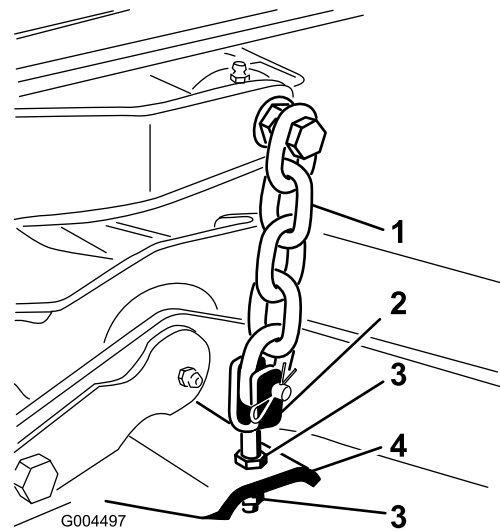

Bild 75
7. Stellen Sie die Klemmmuttern ein, mit denen die hinteren Mähwerksgabeln bzw. -messer befestigt sind, um das Mähwerk hinten anzuheben, sodass die Messerneigung auf 8 mm eingestellt ist (Bild 75).